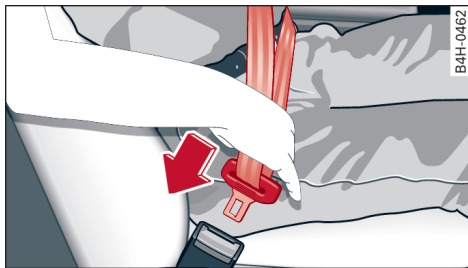

图 41 锁舌和锁扣
- ▶ 将锁舌插入相应座椅的锁扣，直至听到其卡止 ⇨ 图 41。